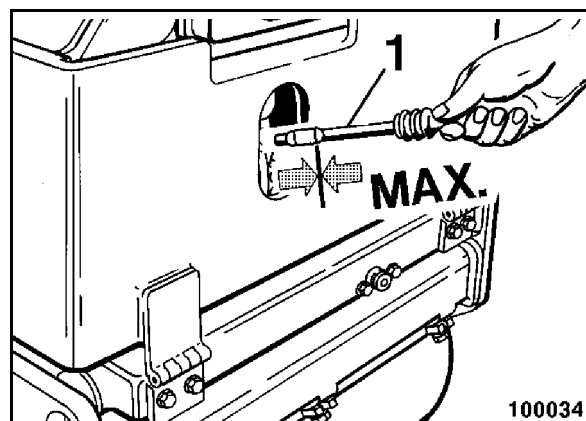

Рис. 55
- Вынуть указатель уровня масла (Рис. 55), вытереть его безволокнистой, чистой тряпкой и вставить до упора.